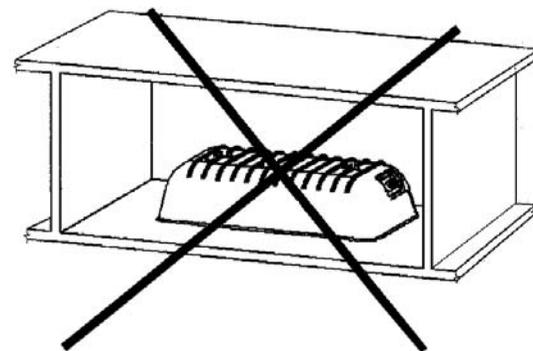

Fig. 4
- Projector no apto al empotramiento (fig.4).
- Apparecchio non idoneo per il montaggio ad incasso (Fig.4).